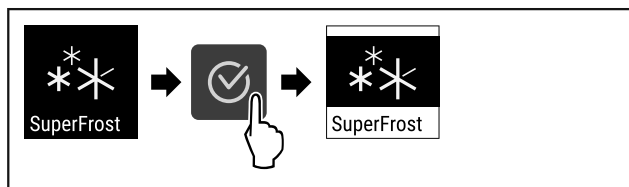

Fig. 92
- ▶ Izvedite zahtevane korake (glejte Fig. 92) .